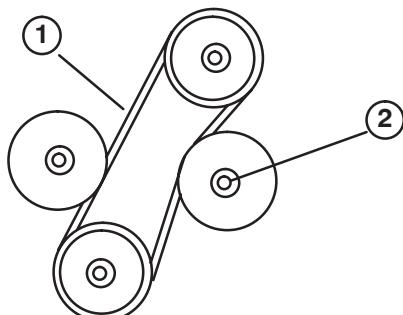

Bild 56
3. Bei einer Kraft von 22 N sollte sich der Riemen in der Mitte zwischen den Riemscheiben 6 mm durchbiegen (Bild 56). Machen Sie bei einem falschen Durchbiegungswert mit Schritt 4 weiter. Wenn dies der Fall ist, machen Sie mit Schritt 5 weiter.
4. Lösen Sie die Sicherungsmutter, mit der die verstellbare Spannscheibe befestigt ist (Bild 56). Drücken Sie die Spannscheibe gegen den Riemen, bis die gewünschte Durchbiegung erreicht ist, und ziehen Sie dann die Sicherungsmutter der Spannscheibe an (Bild 56).
2. Lösen Sie die Sicherungsmutter, mit der die verstellbare Spannscheibe befestigt ist, schieben Sie die Scheibe vom Riemen weg und nehmen Sie den Riemen von den Scheiben (Bild 56).
3. Setzen Sie einen neuen Riemen ein und stellen Sie die richtige Spannung ein. Drücken Sie die Spannscheibe gegen den Riemen, bis sich der Riemen in der Mitte zwischen der oberen Scheibe und der stationären Spannscheibe bei 22 N um 6 mm durchbiegt. Ziehen Sie die Sicherungsmutter der Spannscheibe an, damit die Einstellungen beibehalten werden (Bild 56).